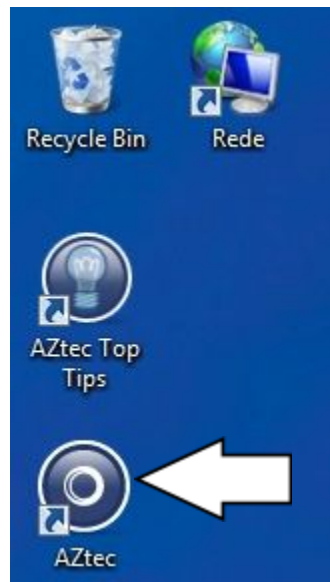

Figura 5. Atalho para o software “aZtec”
- Figura 5. Atalho para o software “aZtec”
- ✓ Ao lado superior esquerdo do monitor você encontrará o ícone de atalho para o programa AZtec (figura 5).